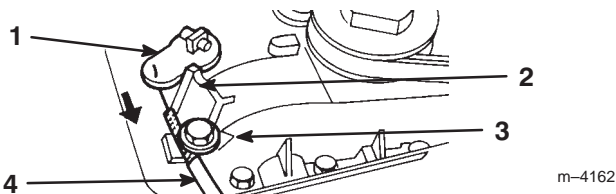

Bild 32
5. Lockern Sie die Befestigungsschraube am Bowdenzug (Bild 32).